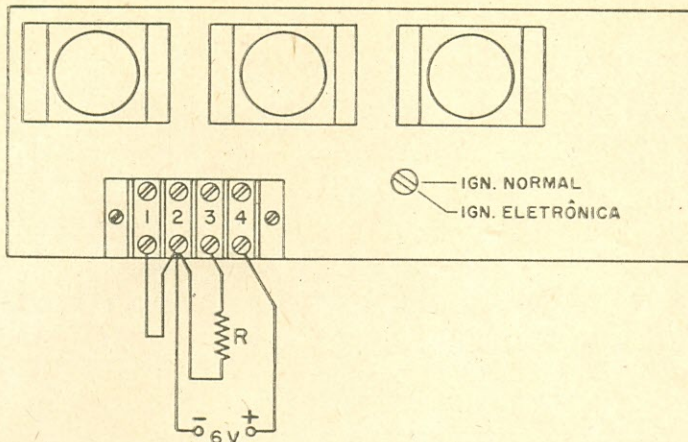

Figura 9
c) Liga-se o terminal 1 também ao pólo negativo (isto fará com que os transistores passem a conduzir) e mede-se a tensão entre coletor e emissor de cada transistor; esta tensão deverá ser idêntica nos três casos e deverá ser de 0,3 V ou menos. Se as tensões não forem iguais, os valores de R1, R2 ou R3 devem ser ajustados até se obter o equilíbrio. Se as tensões forem iguais, porém superiores a 0,3 V, deve-se diminuir o valor de R1. Os detalhes das ligações são dados na figura 9.